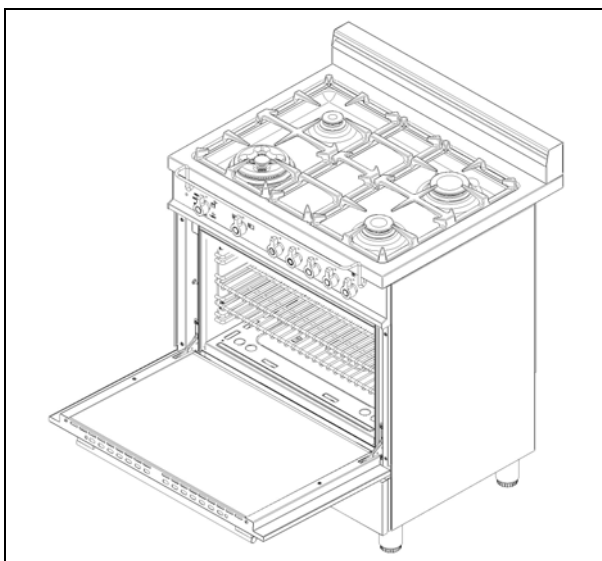

Fig. 9A
- 1) Enlever la porte four (Fig. 9A-9B).